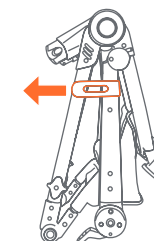
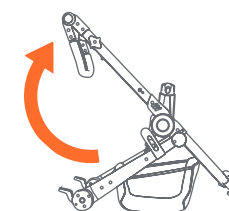

Fig. 1a
Fig. 1b
- 1) • Déverrouillez le levier de desserrage (Fig. 1a). Déployez le châssis de la poussette en tirant sur la poignée de la poussette vers l'arrière (Fig. 1b).